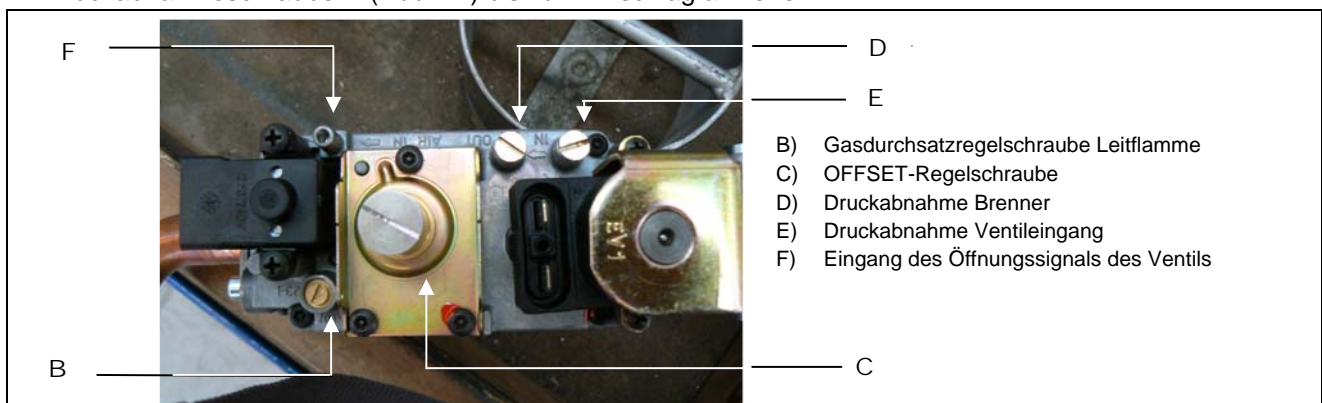

Abb. 14 – Gasventil SIT 822 Novamix 0822223
- A) Die Schraube B (Abb. 14) im Uhrzeigersinn bis zum Anschlag anziehen.
- den positiven Anschluss (+) an den Druckanschluss des Brenners D (Abb. 14) auf dem Gasventil;
- I) Das Gerät abschalten, den Differenzdruck-Manometer von den Druckabnahmestellen „F“ am Ventil und „G“ am Brenner trennen, den Silikonschlauch wieder in den Verbinder „F“ des Gasventils stecken und die Druckabnahmeschraube D (Abb. 14) bis zum Anschlag anziehen.